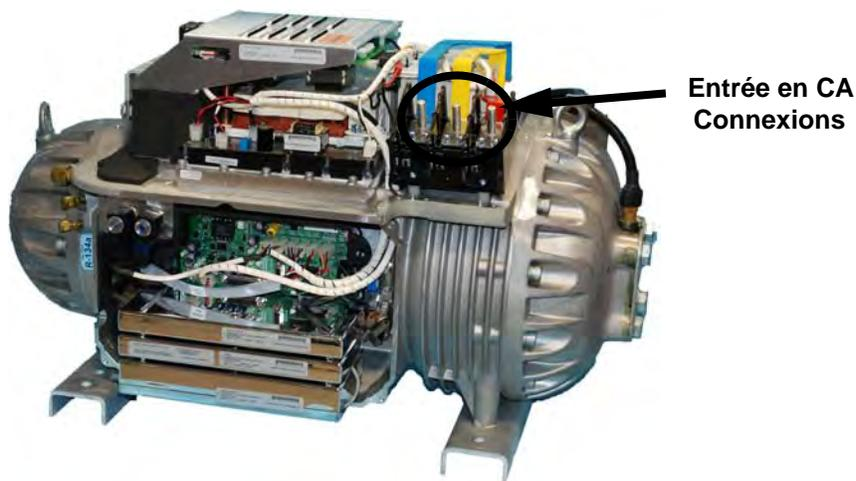

Figure 25 Bornes d'entrée en CA du compresseur
7. Attachez les trois principaux câbles d'alimentation aux bornes du compresseur (cf. Figure 25). Serrez les écrous des bornes jusqu'à 21,7 Nm (192 in-lbs).